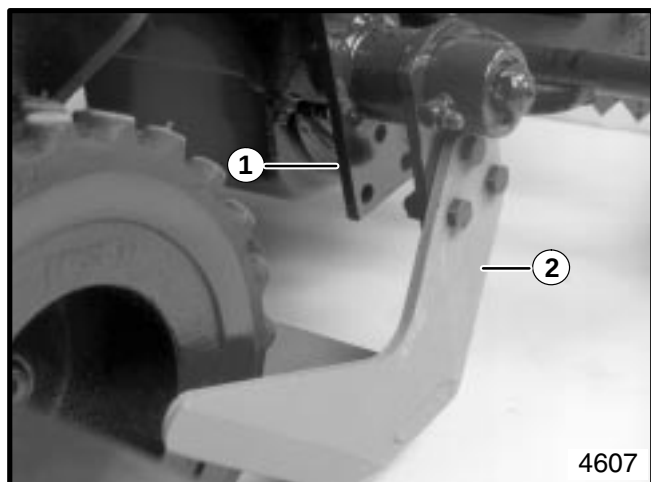

Figura 4
9. Sujete la hojilla para cortar a los brazos laterales. Asegúrelas usando seis (6) 5/16–24 x 1" tornillos y tuercas de reborde. Vea la Figura 4. Rote a 25 piés-libras (34 N–mts).